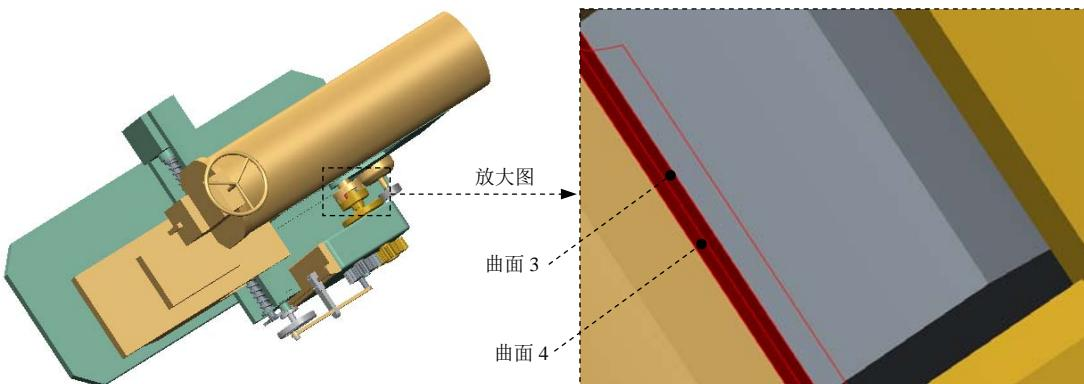

图 9.6.83 定义 3D 接触 2
Step7. 定义 3D 接触 2。参考操作步骤 Step6，依次选取图 9.6.83 所示的曲面 3 和曲面 4 为参考对象。